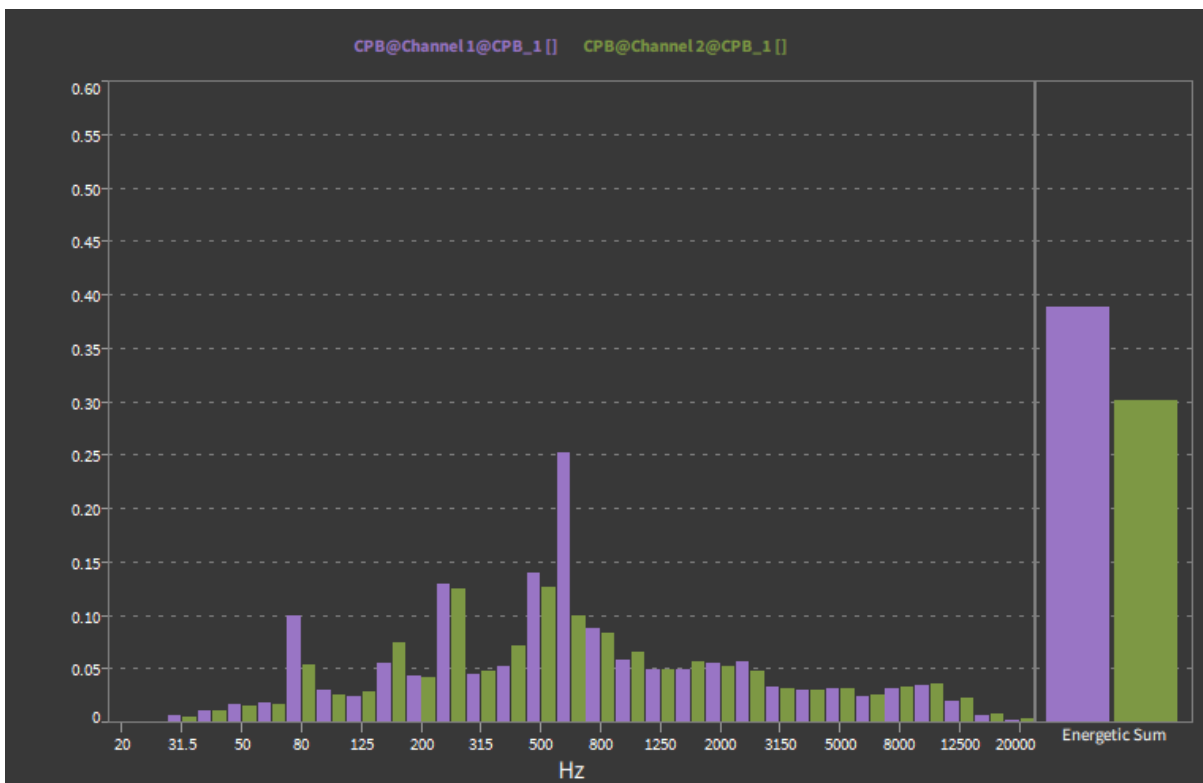

Abb. 8.100: Array Chart mit *Total*-Spalte
- Total Computation: Auf der rechten Seite kann ein Total-Balken (siehe Abb. 8.100) dargestellt werden, der den folgenden Wert darstellt: